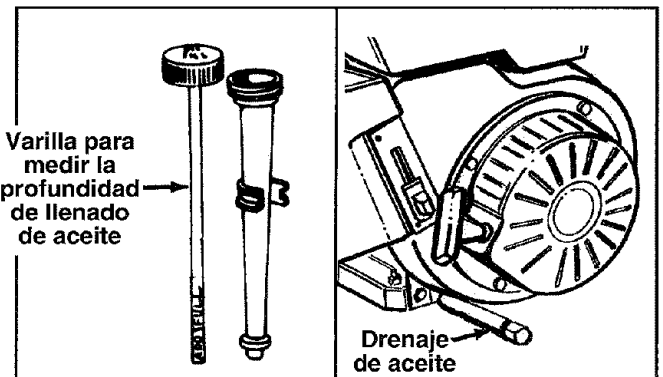

FIGURA 12.
- Llène el motor con aceite como sigue. Extraiga la varilla para medir la profundidad de llenado de aceite. Vea la figura 12. Con el nivel de la picadora-desmenuzadora use un embudo para llenar de aceite el motor hasta la marca FULL (LLENO) en la varilla. La capacidad es de 21 onzas aproximadamente. Sea cuidadoso de no sobrellenar. Inclíne la picadora-desmenuzadora hacia la izquierda (desde atrás de la tolva), y coloque nuevamente a nivel. Revise el nivel de aceite. Llène nuevamente a la marca FULL (LLENO) de la varilla si fuera necesario. Vuelva a colocar la varilla y ajuste.
minutos antes de revisar el nivel de aceite. Con el nivel de la picadora-desmenuzadora el aceite debe llegar hasta la marca FULL (LLENO) en la varilla para medir la profundidad de llenado de aceite (Refiérase a la figura 12). Cambie el aceite del motor después de las primeras cinco horas de operación, y cada veinticinco horas subsecuentemente.
- a. Quite el tapón de drenaje de aceite. Refiérase a la figura 12. Recoja el aceite en un contenedor apropiado.